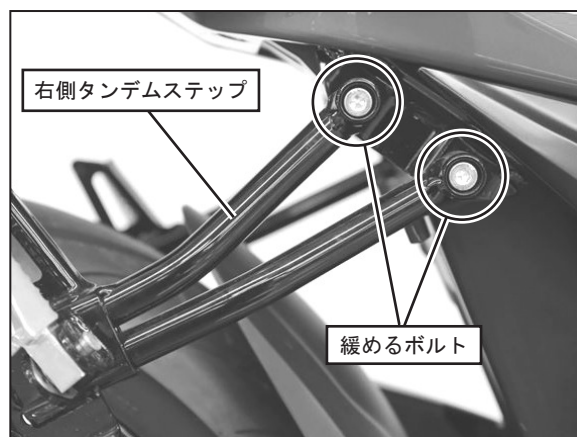

FIG. 9
6. 右側タンデムステップのボルトをタンデムステップが少し動く程度に緩めて下さい。(FIG. 9参照)